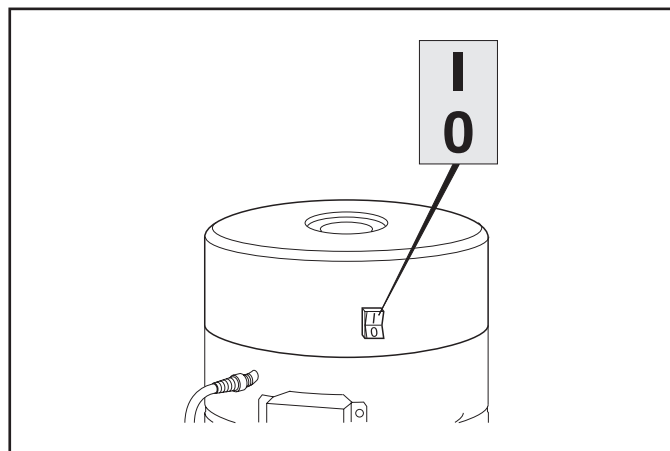

Рис. 6-27: Выключатель на центральном пылесосе
1. Удостоверьтесь, что выключатель центрального пылесоса находится в положении «выключено» (см. рис. 6-27).